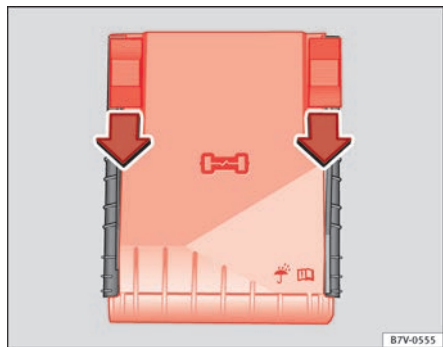

Abb. 200 Im Motorraum: Abdeckung des Sicherungskastens.
- Verriegelungstasten in Pfeilrichtung nach vorn schieben, um die Abdeckung des Sicherungskastens zu entriegeln ⇒ Abb. 200.